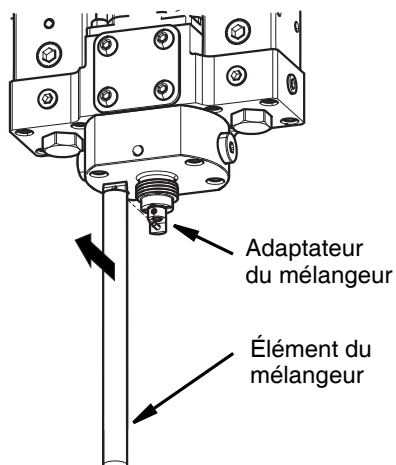

FIG. 22
- Retirer l'élément du mélangeur de l'adaptateur du mélangeur. Voir FIG. 22.